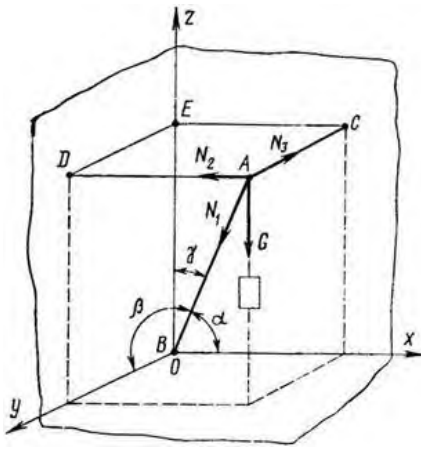

Рисунок 14
5. Найти усилия в стержне АВ (рис. 14) и цепях АС и АД, поддерживающих груз  $G = 10$  кН, если  $\alpha = 60^\circ$ ,  $b = 30^\circ$ ,  $g = 45^\circ$ . АСЕD – прямоугольник, лежащий в горизонтальной плоскости. Крепление в точке В шарнирное.